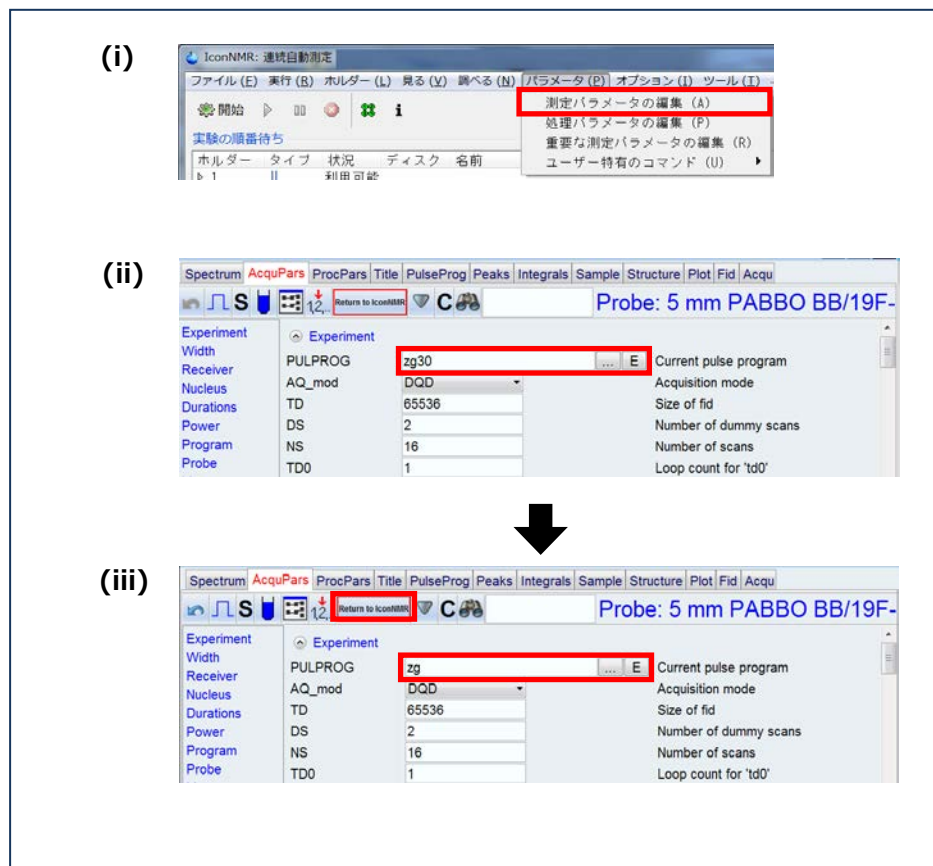

図 71. パラメータの設定変更.
- a. IconNMR のウィンドウで、**図 71(i)** のように**パラメータ**のプルダウンメニューから、**測定パラメータの編集**をクリックします。
- b. TopSpin のウィンドウへ画面が自動で切り替わります。( **図 71(ii)** )
- d. **図 71(iii)**のように変更後、**Return to IconNMR** ボタンをクリックし、IconNMR の画面に戻ります。